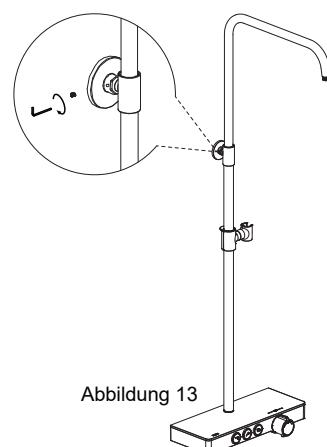

Abbildung 13
- d) Verbinden Sie den Rohranschluss mit der Wandhalterung und verwenden Sie den Inbusschlüssel zur Sicherung (Abbildung 13).